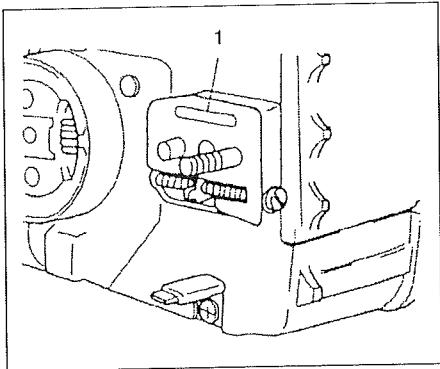

Fig.3-4
**(En) Oiler port (Fig. 3-4)**
**(Fr) Orifice de lubrification (Fig. 3-4)**
**(It) Bocchettone dell'oliatore (Fig. 3-4)**
**(Ge) Schmierölbohrung (Fig. 3-4)**
**(Sp) Boca de la aceitera. (Fig. 3-4)**
**(Sw) Smörjöppning (Fig. 3-4)**